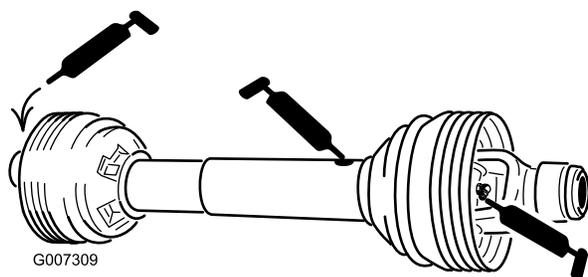

Figura 27
Albero della presa di forza (3) (Figura 27)